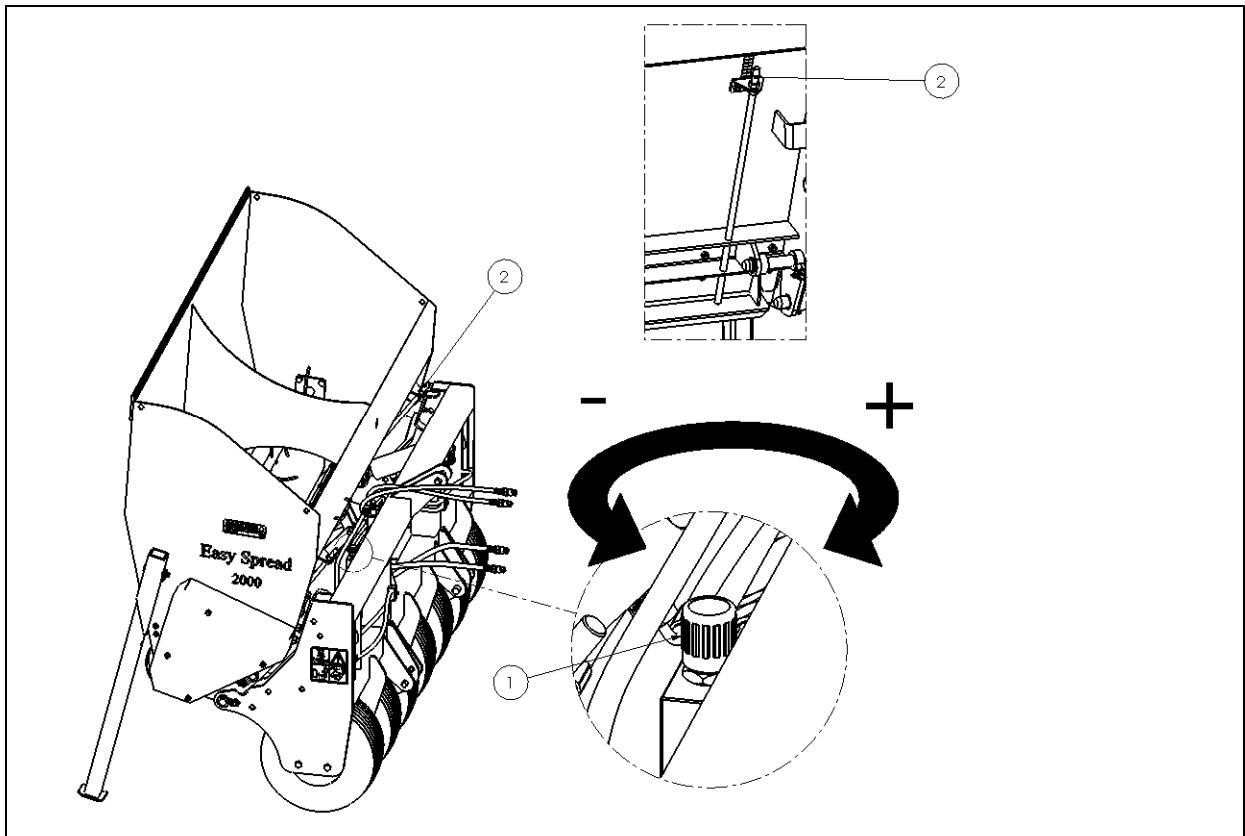

Abbildung 9
Die Geschwindigkeit von Streuwalze und Rührwerk lässt sich über einen Regler (1) einstellen (Abb. 9)